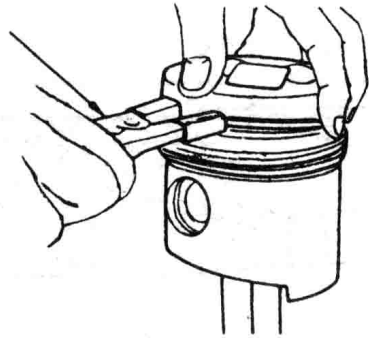

图 1-2 用活塞环拆卸器拆下活塞环
②活塞环。拆卸活塞环时,使用虎钳夹紧连杆,注意不要损伤连杆。使用活塞拆卸器拆下活塞环,如图 1-2 所示。